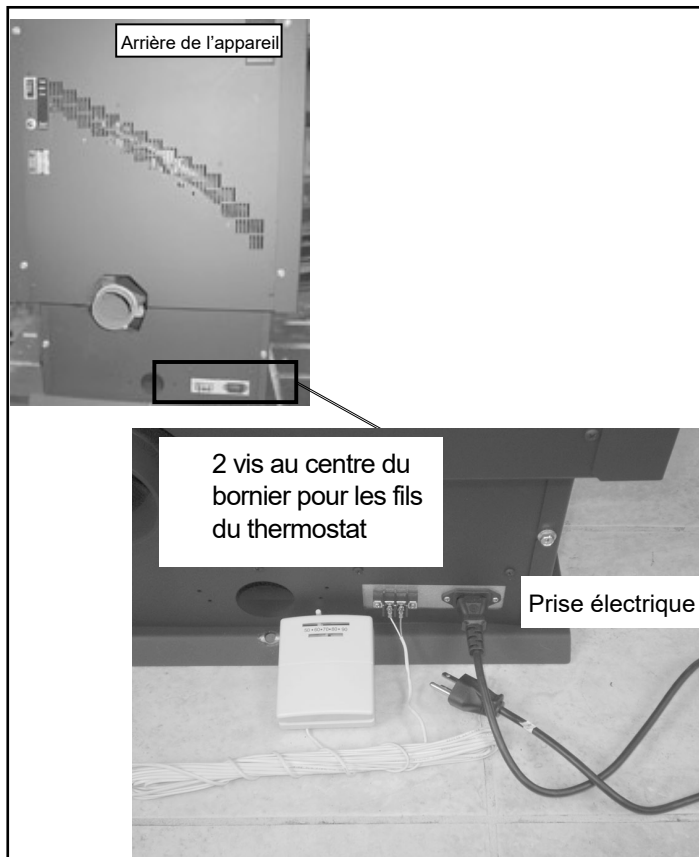

Figure 23.1
3. Un bornier à 4 vis est situé dans l'angle inférieur gauche du poêle, directement au-dessus de la prise du cordon électrique. Les 2 vis au centre sont destinées aux fils du thermostat. **Figure 23.1.**